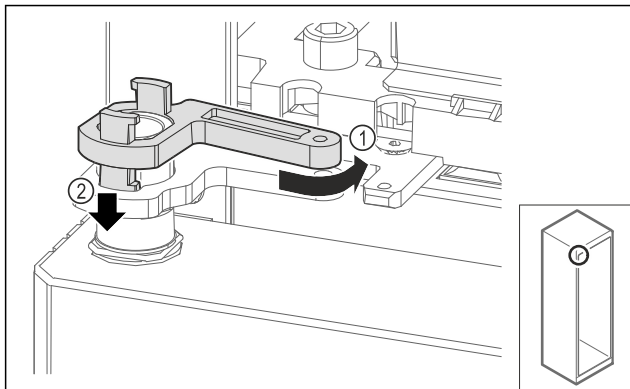

Fig. 67
- ▶ Lagano okrenite blokadu podloška ležaja natrag Fig. 67 (1), pritisnite je prema dolje Fig. 67 (2) i blokirajte u kutnu šarku.